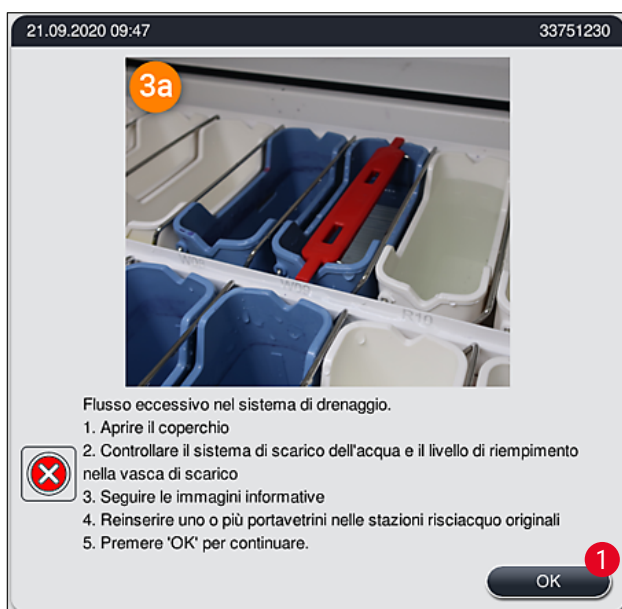
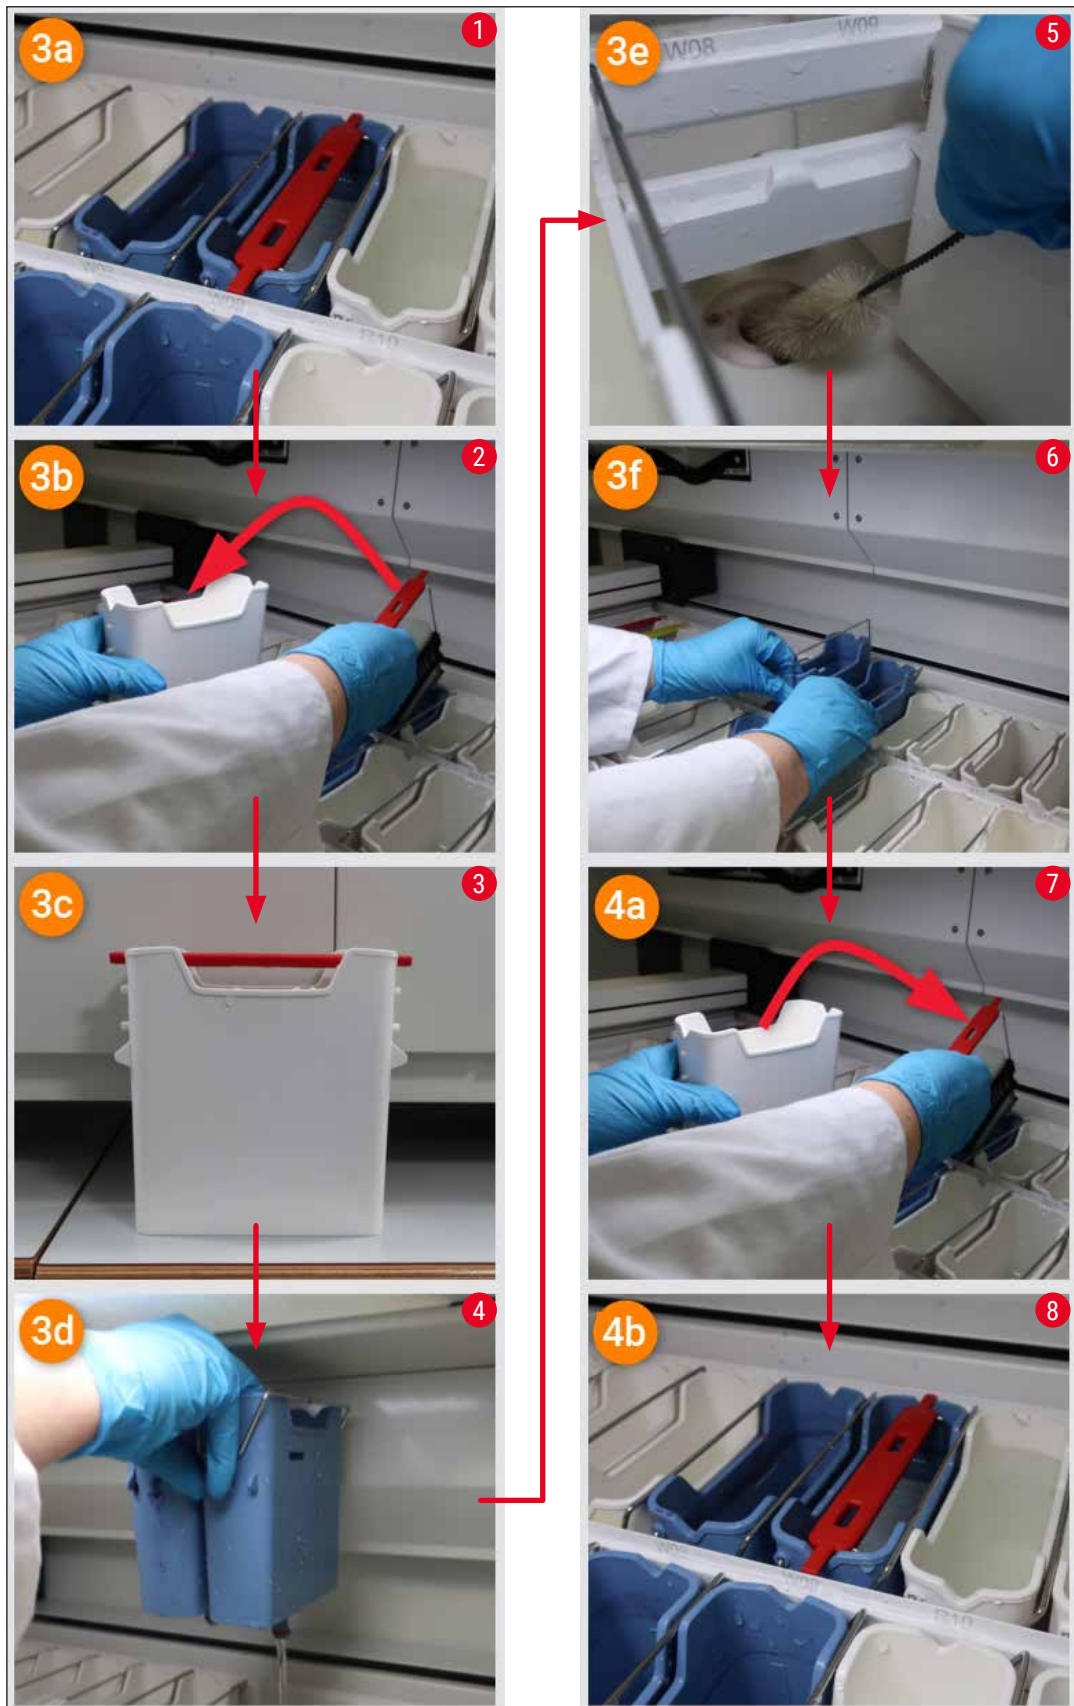

Fig. 122
Fig. 124
Un blocco del sistema di scarico dell'acqua può essere causato da una griglia di scarico bloccata (→ "Fig. 100-1") o da un tubo flessibile di scarico ostruito (→ "Fig. 7-1"). Tale blocco potrebbe causare un innalzamento del livello dell'acqua nella vasca di scarico, generando un livello di acqua critico nello strumento. L'utente riceve un messaggio di errore sullo schermo (→ "Fig. 122") e un segnale acustico. I messaggi di errore forniscono all'utente una guida per rimuovere il blocco grazie a una sequenza di immagini (→ "Fig. 124").
- Se il livello dell'acqua nella vasca di scarico scende al di sotto del livello critico durante il processo di risoluzione, il messaggio (→ "Fig. 122") non è più visualizzato e un altro messaggio sul display informa l'utente che è possibile proseguire il processo di colorazione.